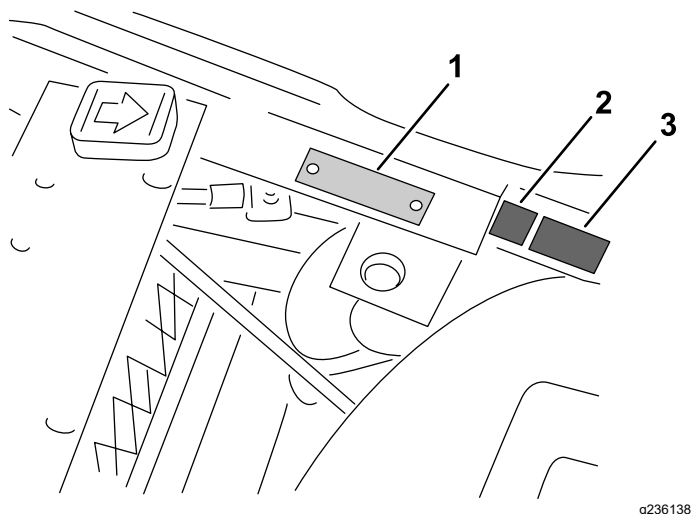

Figure 12
- Appliquez l'autocollant de la marque CE et l'autocollant de l'année de production près de la plaque du numéro de série sur le support du repose-pieds (Figure 12).